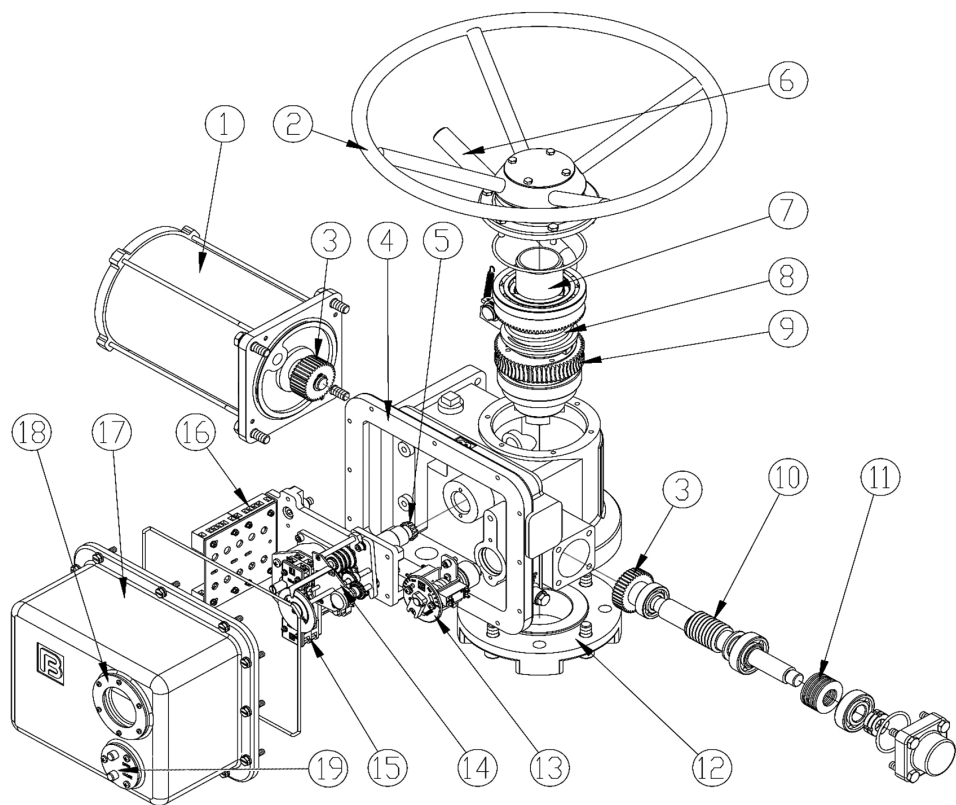
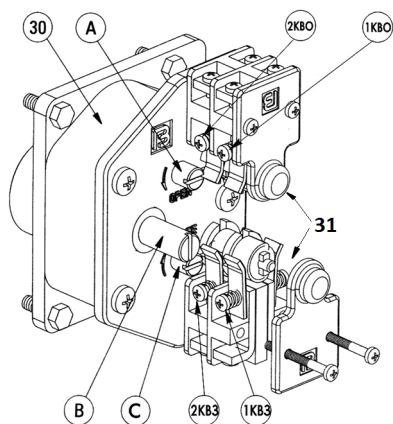

Рис.1 Электроприводы серии ГЗ-А, ГЗ-Б
Рис. 2 Ограничитель хода выходного вала
2.1 Электроприводы серии ГЗ-А, ГЗ-Б (рис. 1)
Ограничитель хода выходного вала состоит из редуктора 30 (рис. 2) и роторного механизма микровыключателей.
Двухсторонняя муфта ограничения крутящего момента (13) (рис. 1) состоит из червячного вала (10), сбалансированного по осевым перемещениям тарельчатыми пружинами (11) и ограничителя крутящего момента с пластиной С (рис 3).
Индикатор положения затвора арматуры (15) (рис. 1) состоит из набора установочных шестерен, потенциометра (40), регулируемых дисков с указателем положения затвора (47, 48). На стержне (42) имеется 4 зубчатых зацепления, позволяющих фиксировать шестерню (43), для трехступенчатой индикации положения затвора арматуры.
Вращение от электродвигателя (1) (рис.1) через прямозубую цилиндрическую шестерню (3) передаётся на червячный редуктор (9, 10), который обеспечивает вращательное движение выходного вала (7) и через кулачковую муфту преобразуется в поступательное движение штока затвора арматуры.
Ограничитель хода выходного вала (рис. 2) через переходной вал (5) (рис. 1) механически связан с выходным валом электропривода. После надлежащей настройки ограничитель хода выходного вала соответствует определенным положениям затвора. При достижении затвором арматуры этих положений срабатывают соответствующие микровыключатели, отключая электропитание электродвигателя.
Индикатор положения затвора арматуры (15) (рис. 1) механически связан с валом ограничителя хода выходного вала. После надлежащей настройки указания индикатора соответствуют определенным положениям затвора арматуры независимо от режима работы электропривода – ручного или электрического.